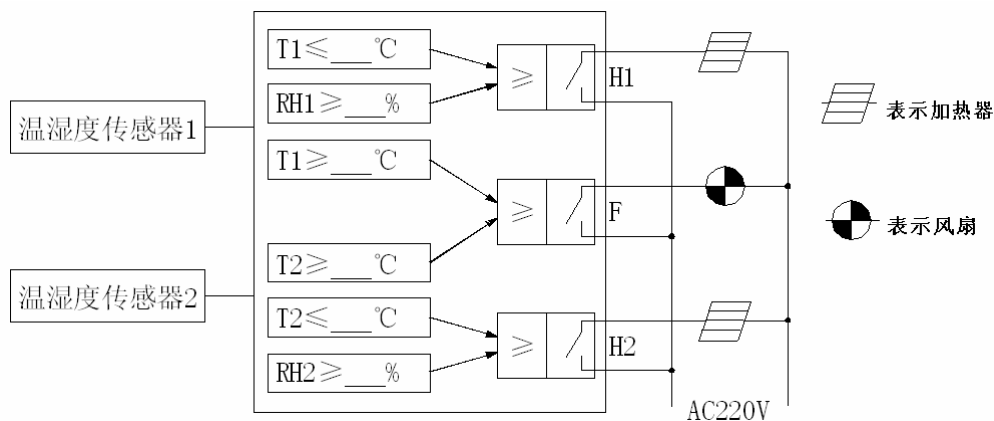

图 2.2 温湿度控制关系
2) 数字式温湿度控制，可测量并采用 LED(ASD200)或 LCD(ASD300、ASD320)显示现场环境的温度和湿度，带有加热、鼓风控制接点，可根据需要，自行设定加热、除湿、鼓风的上下限。传感器及其相关的参数及控制接点关系如图 2.2 所示。